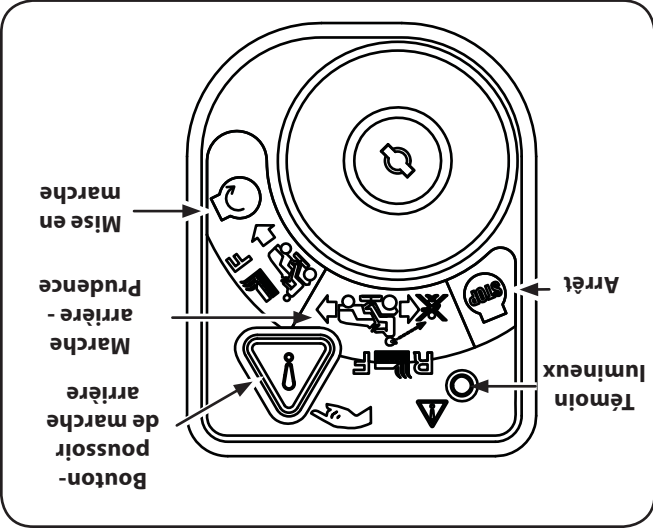

Figure 5-3
3. Appuyez sur le BOUTON-POUSSOIR DE MARCHÉ ARRIÈRE (Bouton triangulaire orange) dans le coin supérieur droit du module d'allumage. Le témoin lumineux rouge dans le coin supérieur gauche s'allume quand la marche arrière est embrayée. Voir la Figure 5-3.
2. Déplacez la clé de la position « NORMAL MOWING » (Verte) (Tonte normale) à la position « REVERSE CAUTION MODE » (Jaune) (Marche arrière - Prudence) . Voir la Figure 5-3.